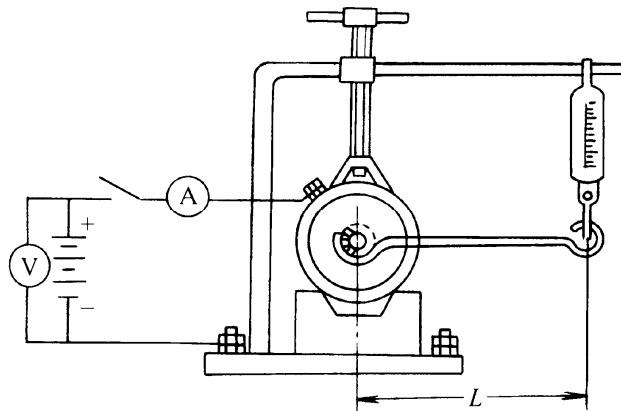

图 9-69 起动机全制动试验
(2) 全制动试验 全制动试验是在空载试验后，通过测量起动机全制动（锁止）时的电流和转矩来检验起动机的性能良好与否。试验方法如图 9-69 所示，通电后，迅速记下电流表、弹簧秤和电压表的示值。其全制动转矩应不小于  $8.5\text{N}\cdot\text{m}$ ，制动电流在 350A 左右。